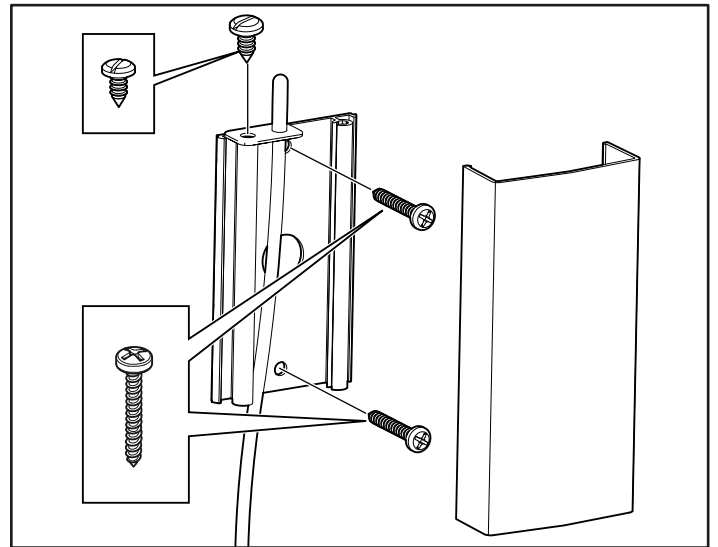
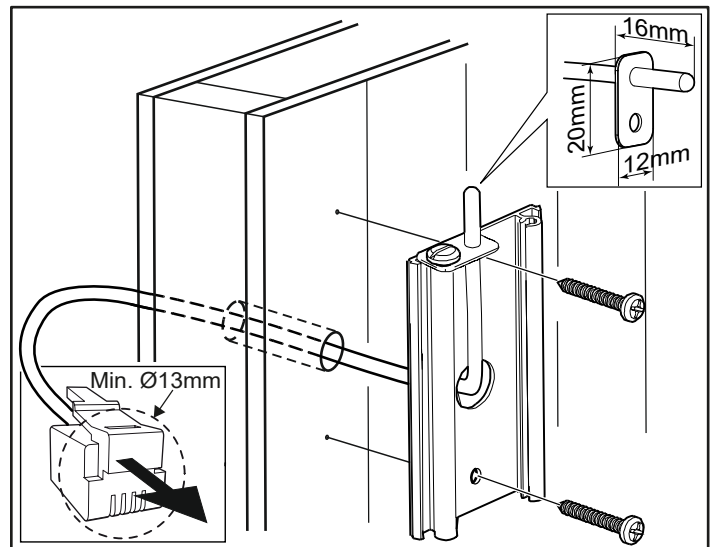

Abbildung 12: Montage des Sensors
Abbildung 13: Kabelführung durch die Wand.
9. Montieren Sie den Sensor an der Wand (siehe Abb. 12). Das Thermistorkabel kann ebenfalls durch die Wand geführt werden. Dichten Sie hinter dem Sensor befindliche Löcher in der Wand ab (siehe Abbildung 13). Außerhalb der Sauna kann das Thermistorkabel mit einem Niederspannungskabel (2-adrig) verlängert werden.